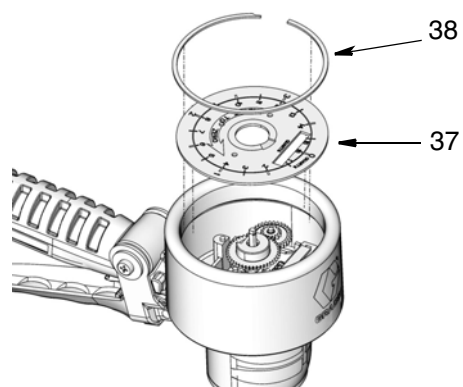

Рис. 22
- Установите лицевую панель (37) и большое стопорное кольцо (38) (Рис. 22).